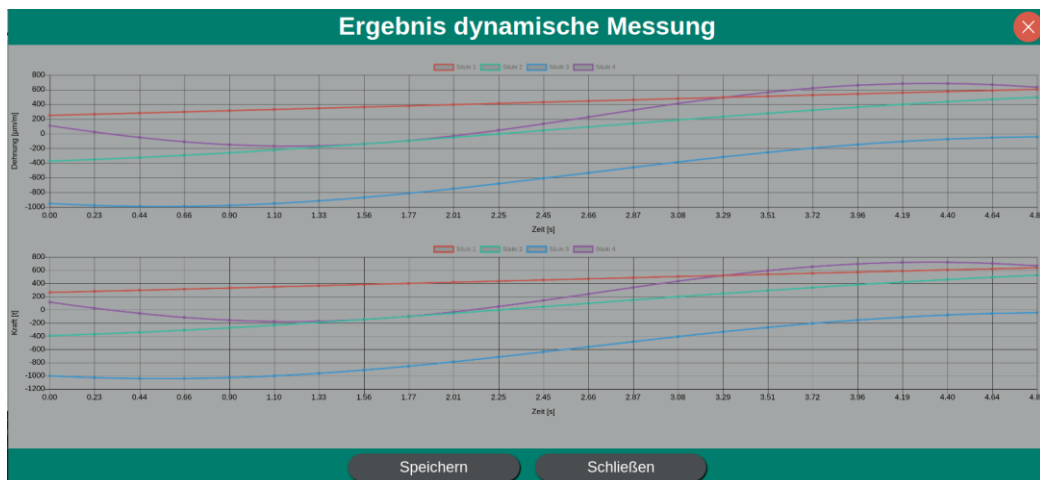

Abbildung 10: Resultat der dynamischen Messung
4. Nach einem kurzen Ladebildschirm wird das Diagramm der dynamischen Messung dargestellt. (Abb.10)